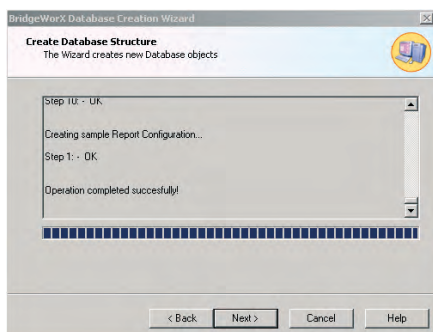

Рис. 22. Успешное завершение создания конфигурационной базы данных
11. Мастер настройки приступит к созданию новой базы данных. После успешного завершения всех этапов операции на экран будет выведено окно, показанное на рис. 22. Нажмите кнопку **Next** (Далее).